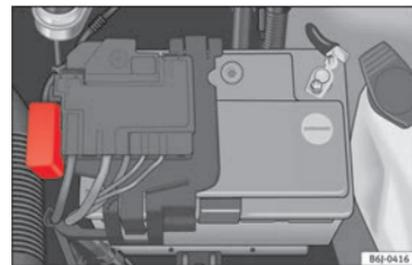

Fig. 40
- Presione las pestañas de bloqueo para desbloquear la tapa de la caja de fusibles »» fig. 40